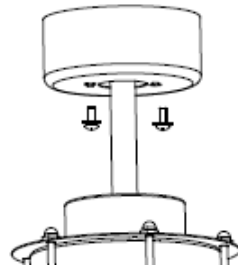

Abb. 7
- Lösen Sie die 2 Schrauben vom unteren Teil der Halterung. Abb. 7